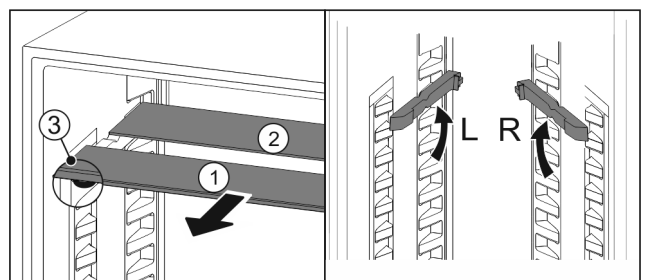

Fig. 24
- estrarre i ripiani di vetro singolarmente tirando in avanti Fig. 24 (I).
- ▷ Il piano in vetro Fig. 24 (1) con il motivo ornamentale è nella parte anteriore.
- ▷ I fermi Fig. 24 (3) sono rivolti verso il basso.